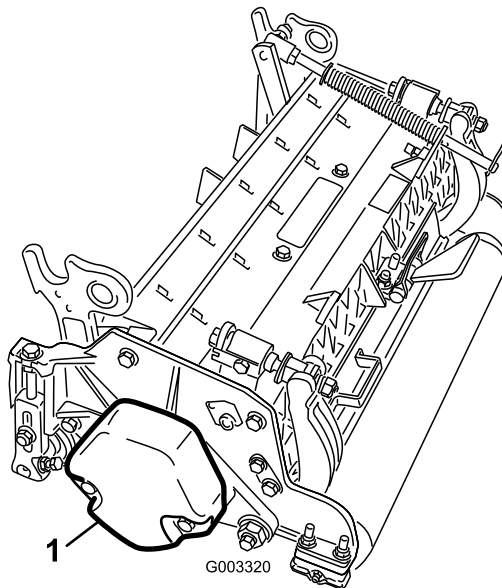

Figura 4
4. Certifique-se de que o contrapeso (Figura 4) está instalado na extremidade adequada da unidade de corte conforme descrito no *Manual do utilizador* da unidade de corte.